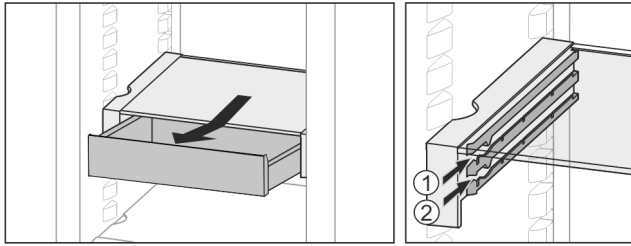

Fig. 31
- Inserire all'altezza desiderata Fig. 31 (1) o Fig. 31 (2).